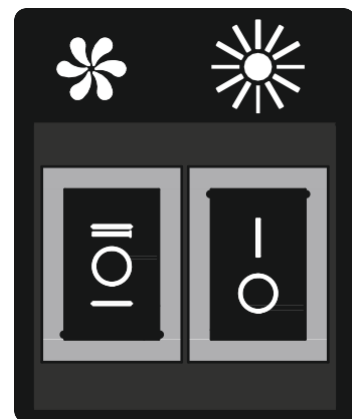

Рис. 5
7.3 На боковині корпусу розміщений **клавішний перемикач** режимів роботи і включення ламп освітлення (**рис.5**).